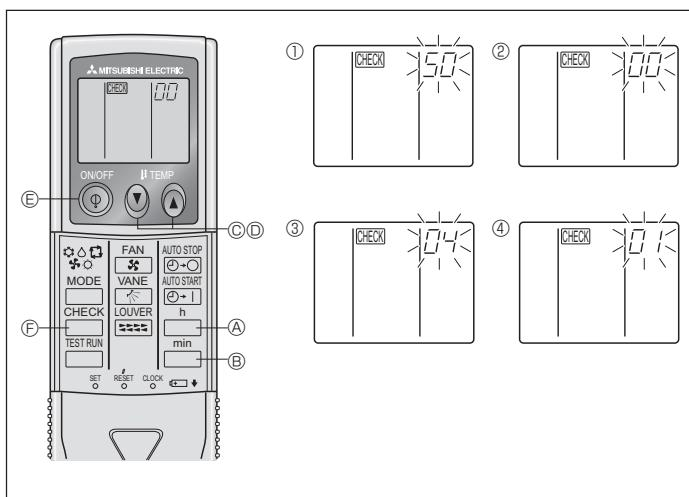

Fig. 6-9
- PDrücken Sie die MODE-Taste ⑥, und die Betriebsart- und Einstellnummern (I) und (II) werden stetig (nicht-blitzend) angezeigt, und die vorgenommenen Einstellungen können überprüft werden.
- Tasten FILTER ⑩ und TEST RUN ⑪ gleichzeitig drücken und mindestens zwei Sekunden lang gedrückt halten. Das Funktionswahlbild verschwindet kurzzeitig, und die Anzeige Klimaanlage OFF erscheint.
2) Für die drahtlose Fernbedienung (Fig. 6-9)